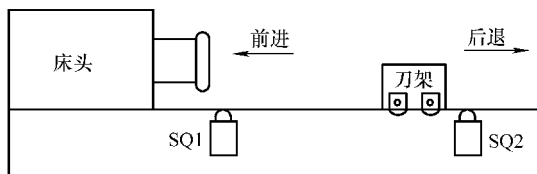

图 2-8 刀架运动示意图
- 1) 如图 2-8 所示, 按下起动按钮后, 刀架由原始位置前进, 当碰到位置开关 SQ1 时返回 (刀架返回是依靠机械改变的); 当返回到原位碰到开关位置 SQ2 时刀架停止。